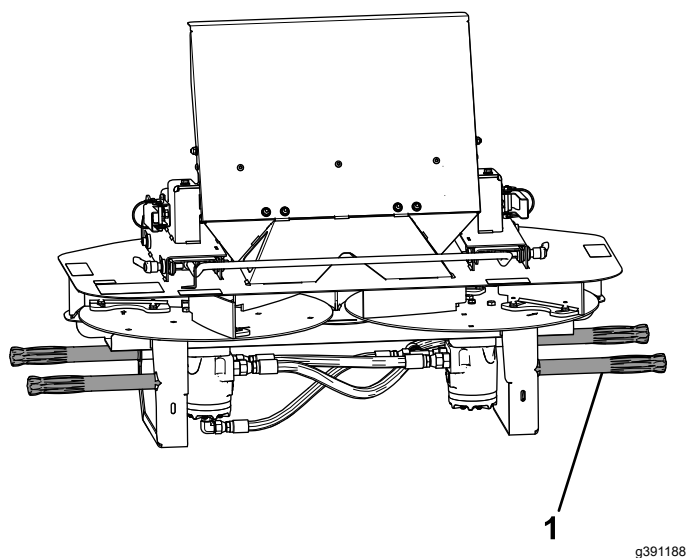

Рисунок 3
4. Для подъема двухдискового разбрасывателя используйте на каждой стороне опорные рукоятки (Рисунок 3).